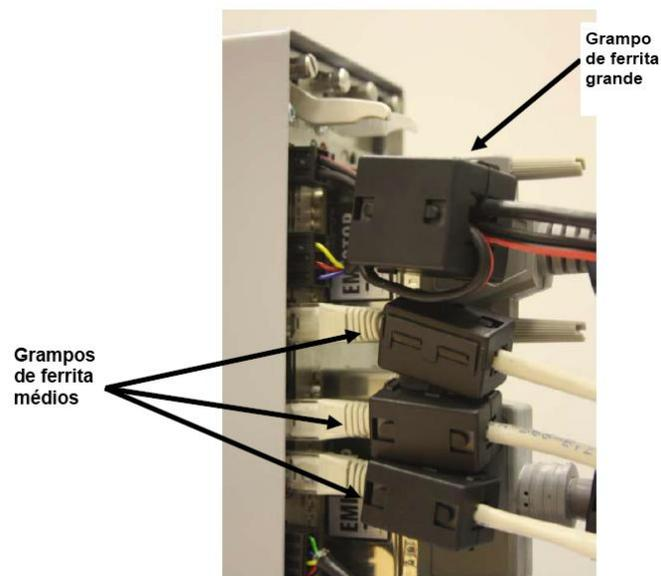

Figura 2-15. Grampos no Módulo de Energia da CPU e Conexões COM
7. Prenda um grampo de ferrita grande na fiação dos cabos de energia da CPU e um grampo médio nas conexões COM3 e COM4 (veja a Figura 2-15).